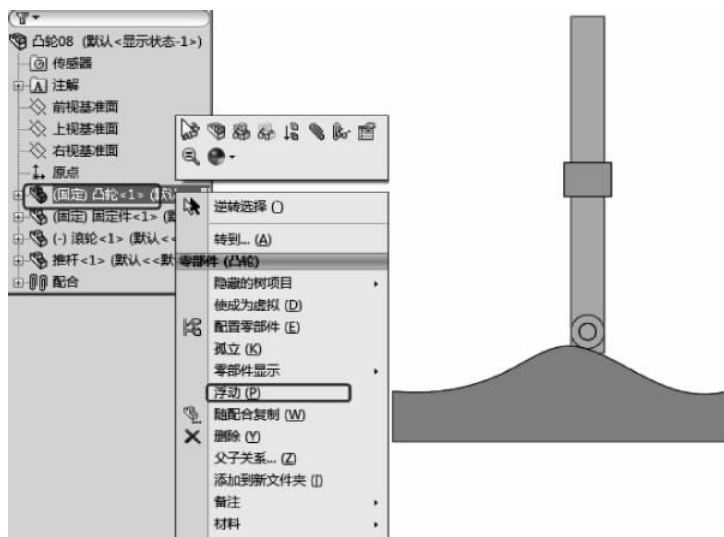

图 3-42 浮动零部件
(12) 在特征树中右击【凸轮】,在快捷菜单中选择【浮动】命令,如图 3-42 所示。